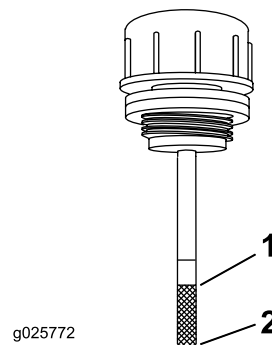

Figure 70
5. Nettoyez la surface autour de la jauge du réservoir du système hydraulique (Figure 70).
6. Sortez la jauge du réservoir hydraulique (Figure 70).
8. Ressortez la jauge et examinez son extrémité (Figure 70). Si le niveau de liquide est au repère minimum, versez lentement la quantité de liquide qui convient dans le réservoir hydraulique pour faire monter le niveau jusqu'au repère maximum.